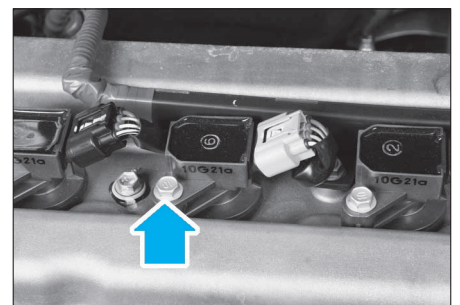

FIG. 52
- Débrancher puis déposer la bobine d'allumage (1 vis) (fig. 52).